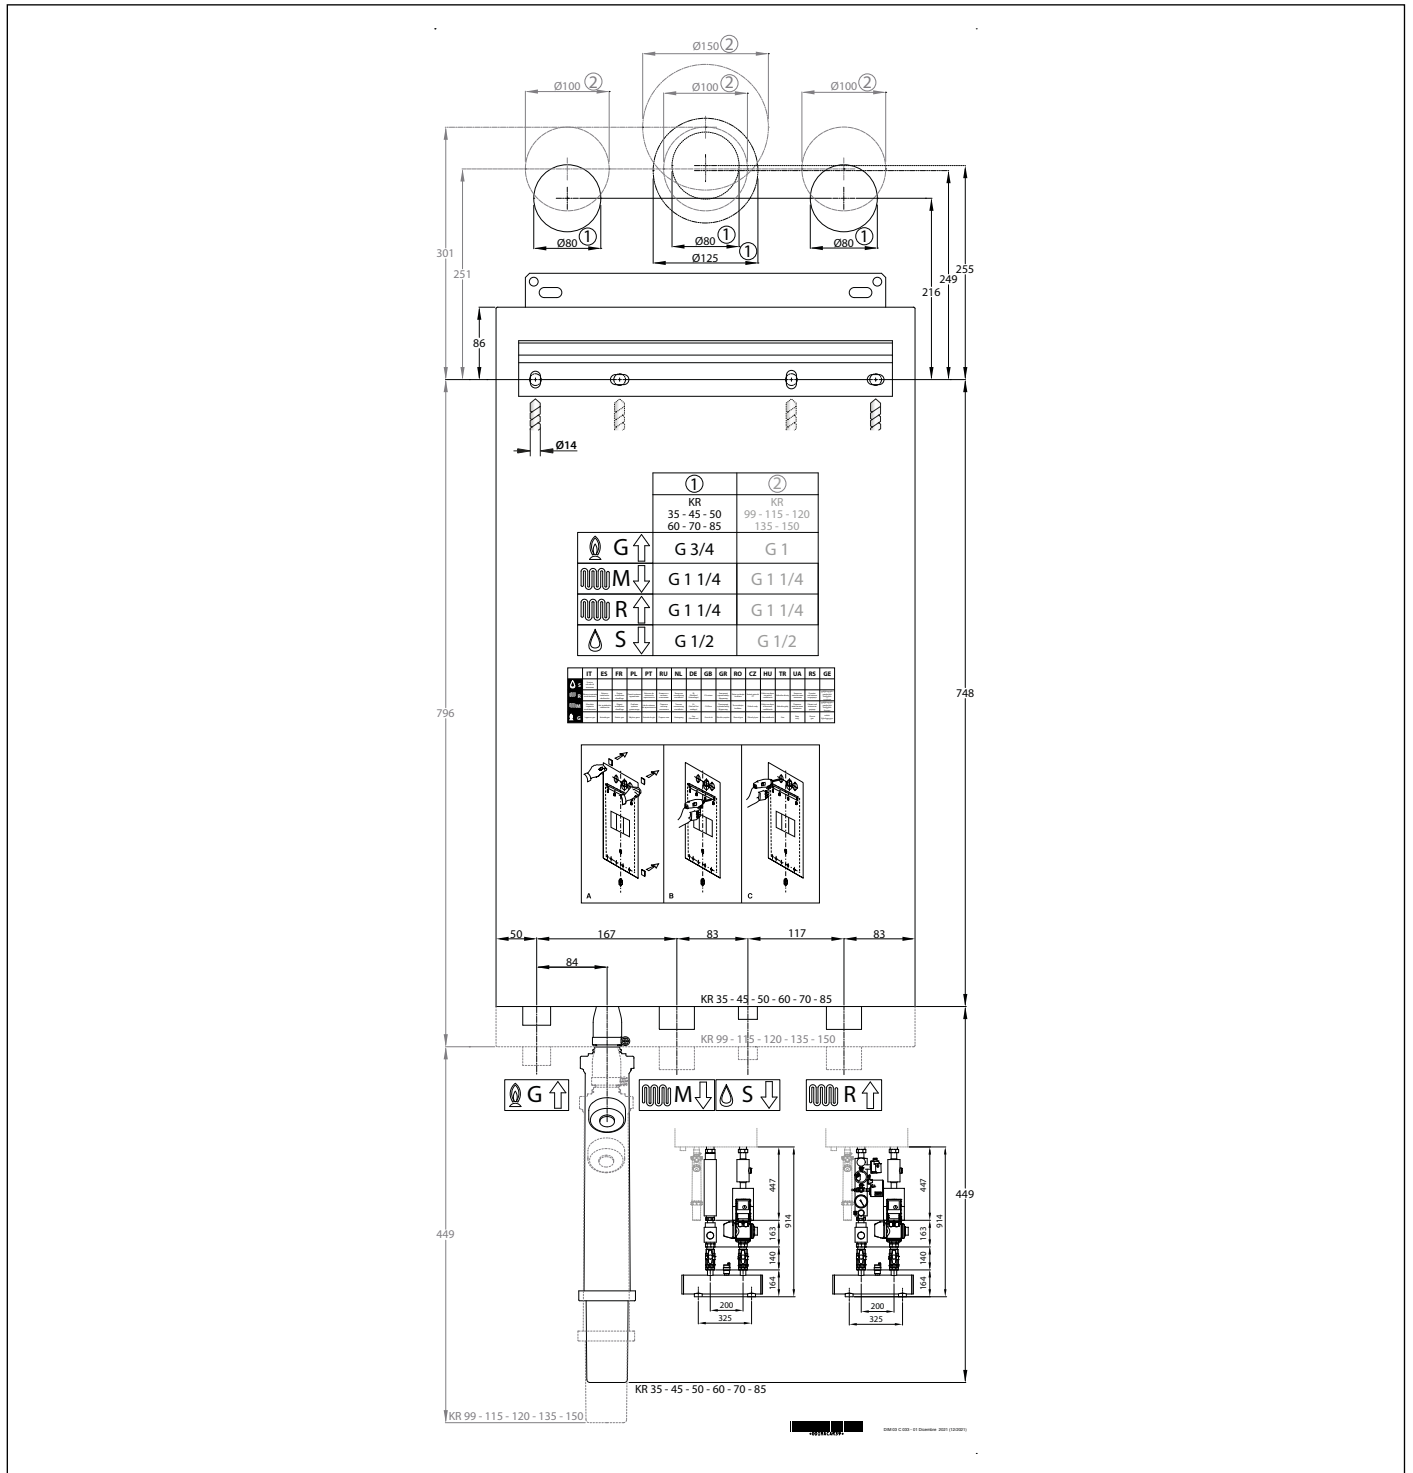

Рис. 12 Шаблон из картона
- Монтажный шаблон (смотри Рис. 12 Шаблон из картона).
Каждый котел снабжен специальным шаблоном из картона (смотри Рис. 12 Шаблон из картона).